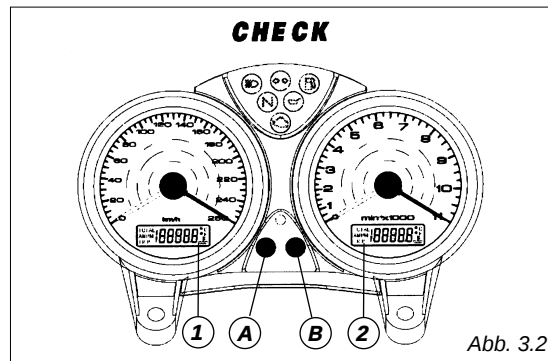

Abb. 3.2
Auf das Drücken der Taste (A) (Abb. 3.2) bei einem auf **ON** stehenden Zündschlüssel kommt es zu einer Wechselanzeige des Tages- und des Kilometerzählers.
Befindet er sich in der Funktion **TRIP** (Tageskilometerzähler) kommt es durch das Niederdrücken der Taste (A) (Abb. 3.2), für 2 Sekunden, zum Rückstellen der Displayanzeige (LCD 1) auf Null.
Auf das Drücken der Taste (B) (Abb. 3.2) bei einem auf **ON** stehenden Zündschlüssel werden die Uhrzeit und die Wassertemperatur angezeigt.
Drückt man die Taste (B) (Abb. 3.2) innerhalb von 5 Sekunden nach dem Umstellen des Zündschlüssels auf **ON**, kann man durch ein aufeinanderfolgendes Niederdrücken dieser Taste die Helligkeit am Instrumentenbrett einstellen.